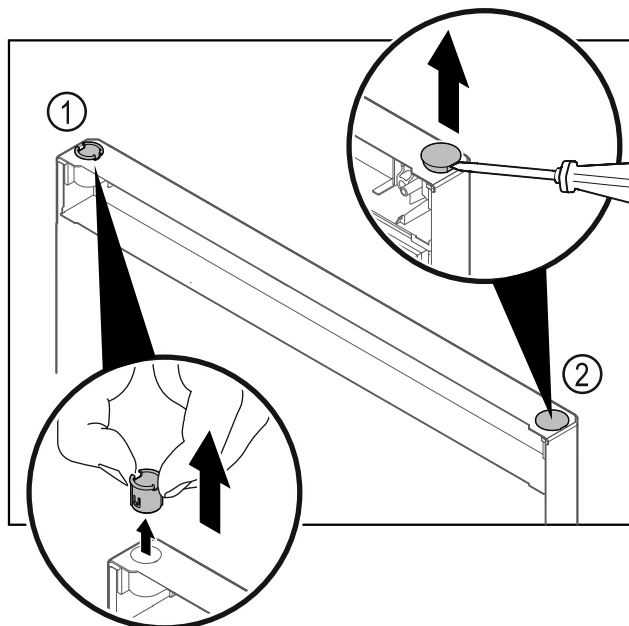

Fig. 26
- ▶ Extrageți bucsa balamalei Fig. 26 (1) cu degetele.
- ▶ Ridicați dopul de acoperire Fig. 26 (2) cu precauție cu o șurubelniță dreaptă și extrageți-l.